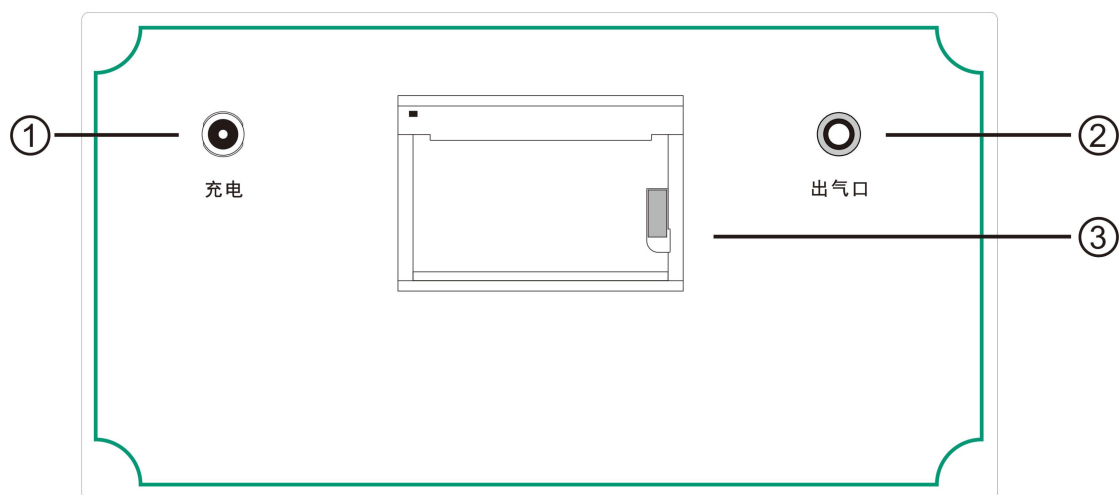

图 2 后面板布局图
- ①液晶屏 ②流量调节 ③进气接口
- ④USB 接口 ⑤电源开关
2、仪器后面板布局图如图 2 所示。